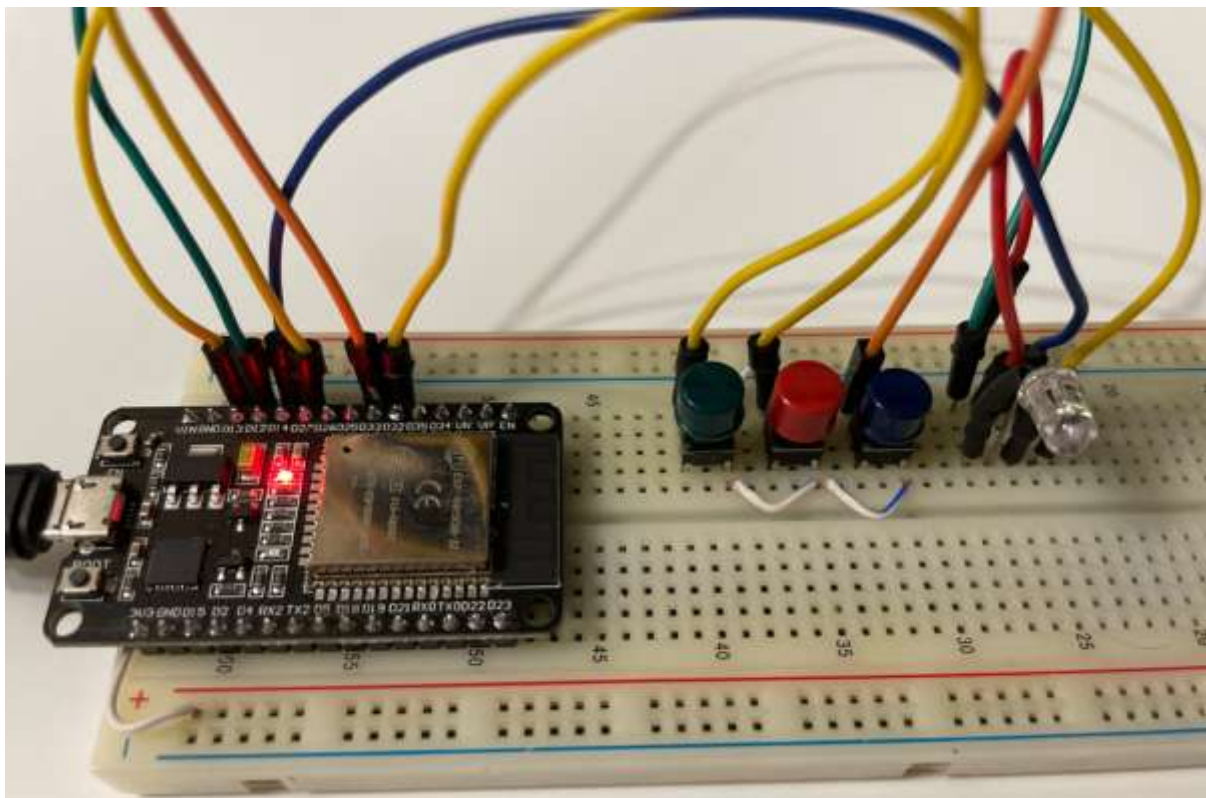
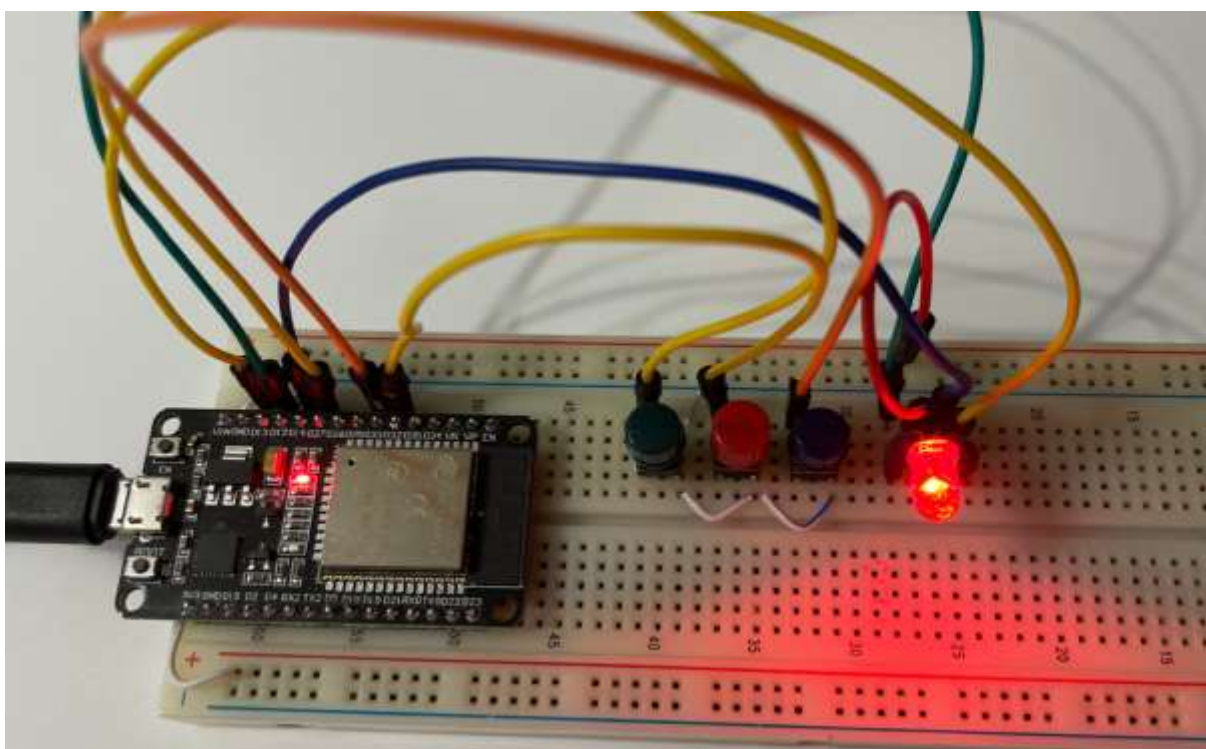

Рисунок 2.6 – Досліджувана схема, складена на макетній платі
Рисунок 2.7 – Результат дослідження макета за натискання червоної кнопки
3. Складаємо аналогічну схему на макетній платі з ESP32 (рис. 2.6) та проведитимемо її дослідження (рис. 2.7 – 2.9).